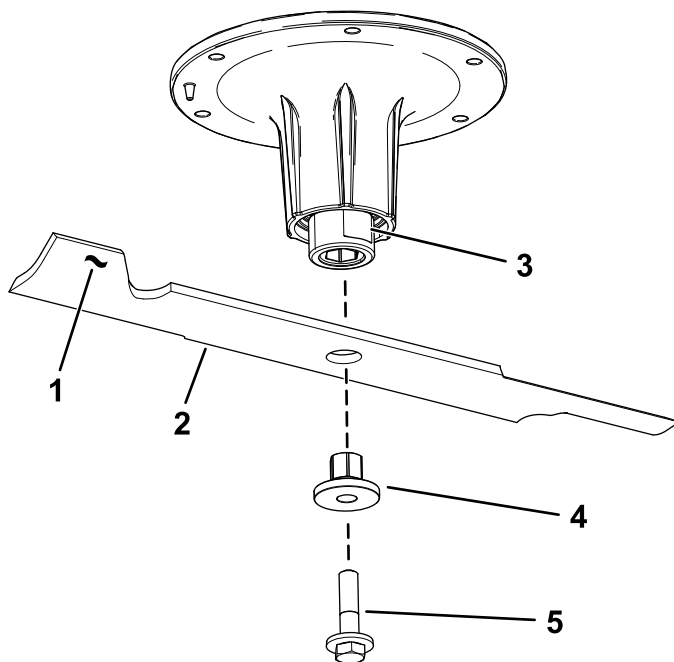

Figura 74
2. Retire a cavilha da lâmina, o casquilho, e a lâmina do eixo (Figura 74).